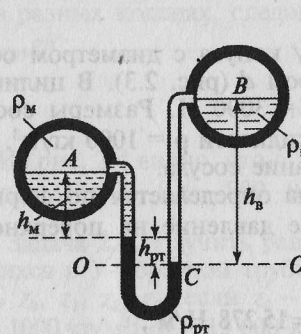

Рис. 2.1
**Задача 2.1.** Два горизонтальных цилиндрических трубопровода  $A$  и  $B$  содержат соответственно минеральное масло плотностью  $900 \text{ кг/м}^3$  и воду плотностью  $1000 \text{ кг/м}^3$ . Высоты жидкостей, представленные на рис. 2.1, имеют следующие значения:  $h_m = 0,2 \text{ м}$ ;  $h_{рт} = 0,4 \text{ м}$ ;  $h_b = 0,9 \text{ м}$ . Зная, что гидростатическое давление на оси в трубопроводе  $A$  равно  $0,6 \cdot 10^5 \text{ Па}$ , определить давление на оси трубопровода  $B$ .